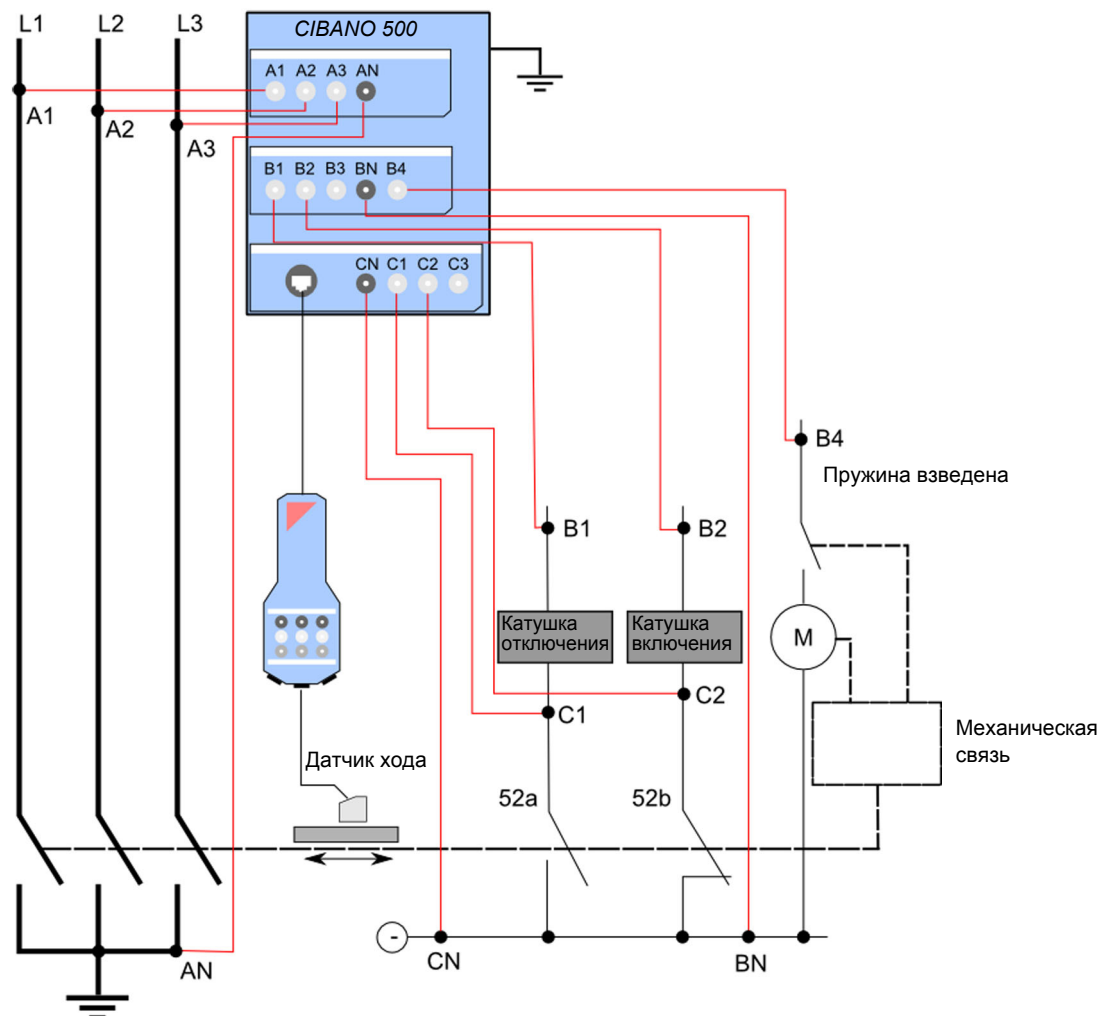

Рис. 17-9: Подключение *CIBANO 500* к силовому выключателю для измерения времени срабатывания
- ▶ Подключите установку *CIBANO 500* к силовому выключателю, как показано на Рис. 17-9: «Подключение *CIBANO 500* к силовому выключателю для измерения времени срабатывания».